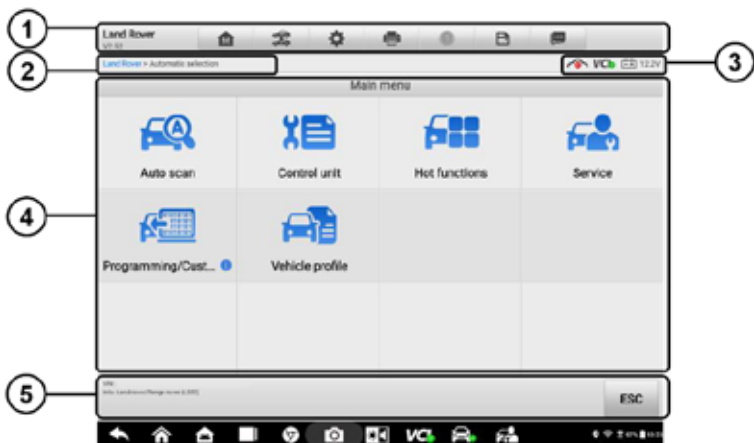

Abbildung 4-10 Hauptmenü-Bildschirm
1. Tippen Sie auf die Schaltfläche der Diagnoseanwendung im MaxiSys Auftragsmenü. Wählen Sie die entsprechenden Fahrzeuginformationen und rufen Sie den Hauptmenübildschirm auf (Abbildung 4-10).